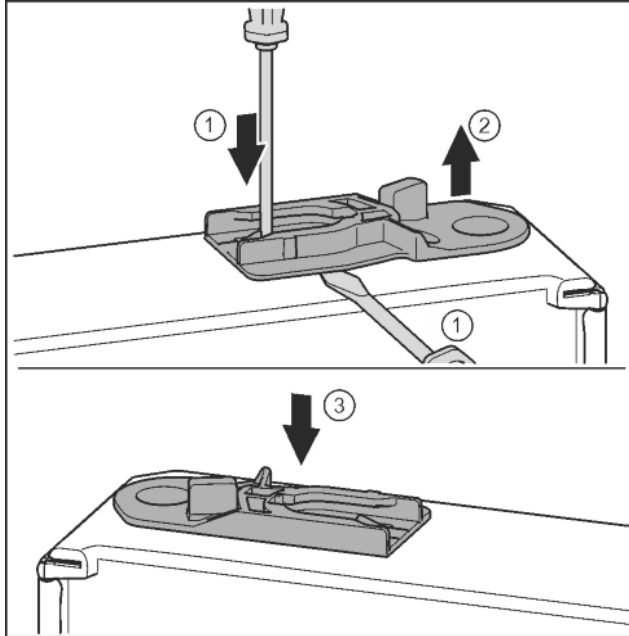

Fig. 33
- ▶ Führungsbuchse herausziehen: Lasche mit Schlitzschraubendreher drücken und gleichzeitig mit Schlitzschraubendreher unter Führungsbuchse fahren. *Fig. 33 (1, 2)*
- ▶ Im Lieferumfang beiliegende Führungsbuchse auf anderer Gehäusesseite einschieben. *Fig. 33 (3)*